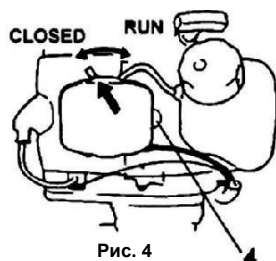

Рис. 4
2. Медленно надавите на кнопку праймера («груши») топлива 5-7 раз. (4), чтобы топливо потекло через праймер или обратную трубку. (При наличии подобного оснащения) (Рис.4)